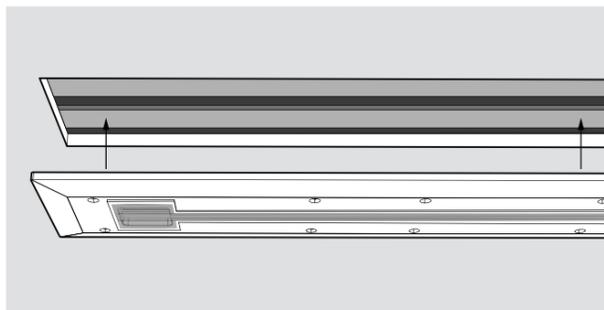

Abb. 1
2. Führen Sie das Schienenmodul in die vorbereitete Aussparung in der Decke ein (Abb. 1).